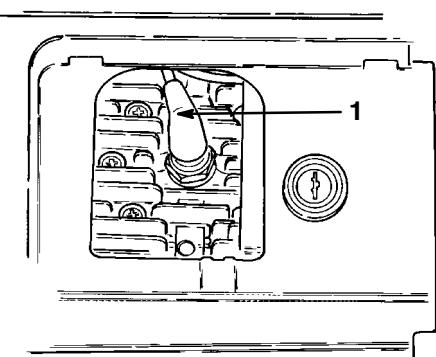

Figure 11
5. Débranchez la bougie (Fig. 11).
4. Débranchez et déposez la bougie (Fig. 11).